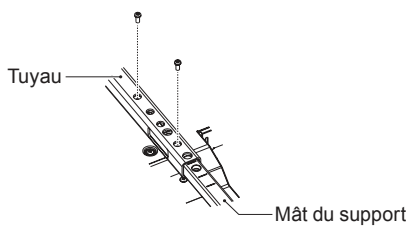

Figure 2
- Installez le mât du support et le tuyau avec les vis fournies. Vissez les deux vis sur le tuyau (Figure 2).